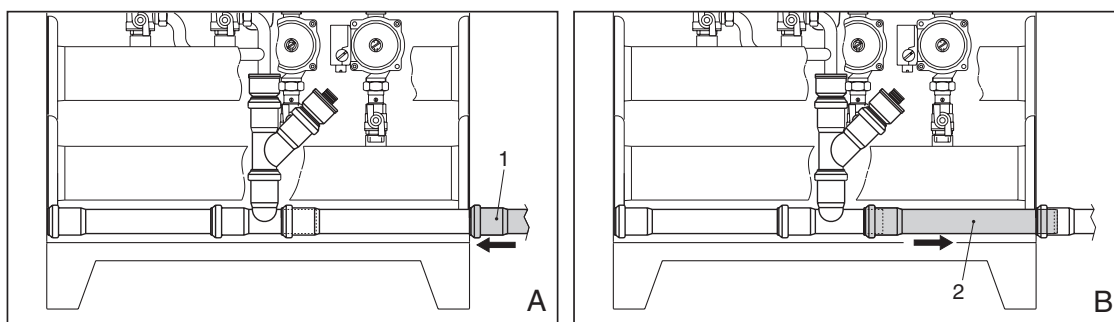

Рис. 7
- ✎ Подключить трубу стока конденсата Ø40 для отвода вырабатываемого во время работы котла конденсата (см. рис. 7).